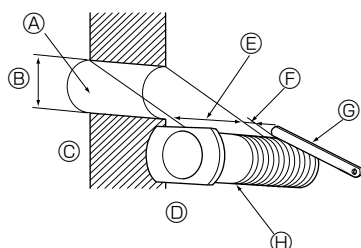

Fig. 3-6
3.4.1. Esecuzione di fori (Fig. 3-6)
- ① Praticare fori di \varnothing 65 mm o \varnothing 75 mm e circa 5-7 mm di profondità, con leggera angolazione verso il basso e l'esterno dalla stanza.
- ② Inserire le maniche dei fori della parete nei fori.
- (A) Foro nel muro